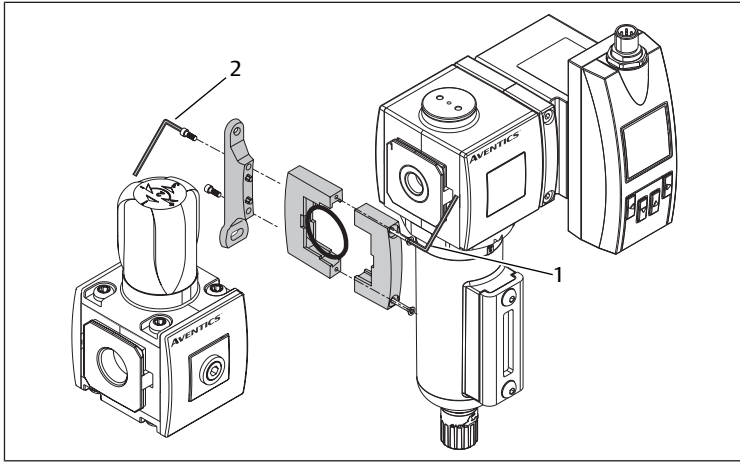

Fig. 7: Montaje con el juego de unión
3. Montar el producto con el juego de unión. Véase → Fig. 7.